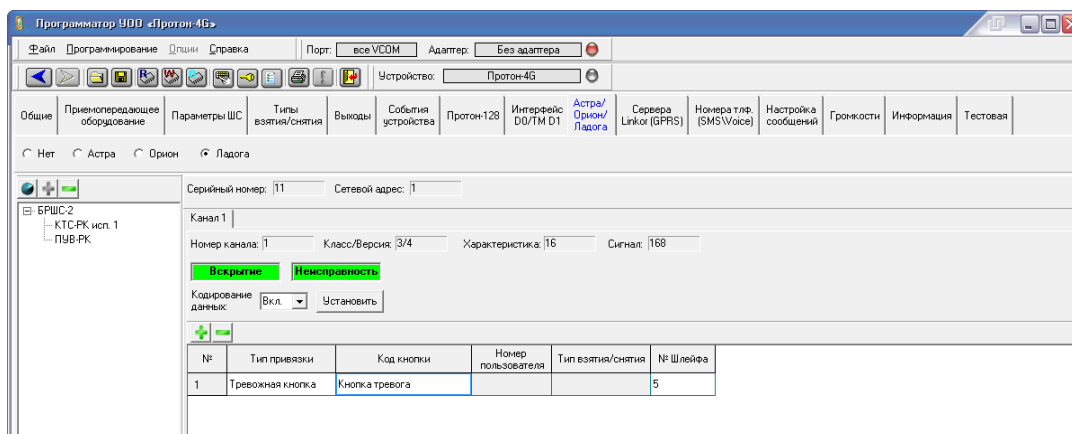

Рисунок 3.57
- если брелок будет использоваться как тревожная кнопка, добавить привязку типа «Тревожная кнопка» назначить требуемый номер ШС, код кнопки (рис.3.57).